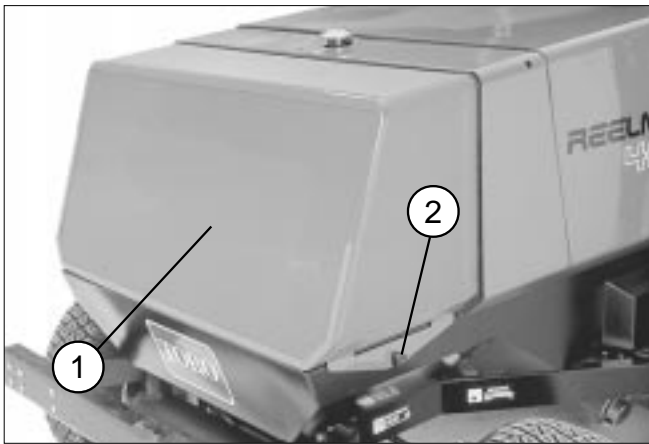

図31
- B. 後部スクリーンのノブを取ってスクリーンを外す (図31)